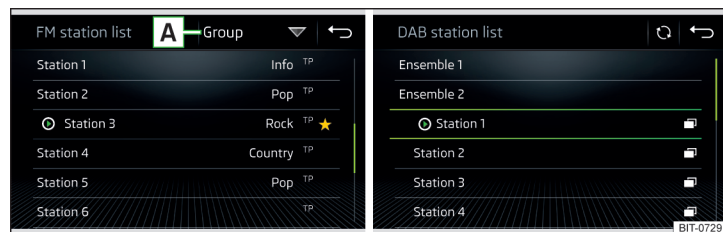

Fig. 142 Ejemplo de la lista de emisoras FM/DAB disponibles:
- Para **clasificar** (FM) las emisoras en la secuencia alfabética, según grupo o género, pulsar la superficie funcional » fig. 142 » .
- Para la **filtración** de la emisora según el tipo de programa (p.ej. cultura, música, deporte, etc.), pulsar en la lista de emisoras FM (con la función RDS encendida) y en la lista de emisoras DAB (en la clasificación alfabética seleccionada de la lista de emisoras) la superficie funcional » fig. 142.
En el rango de radiodifusión **AM** y **DAB** se realiza la actualización manualmente pulsando la superficie de función » fig. 142.